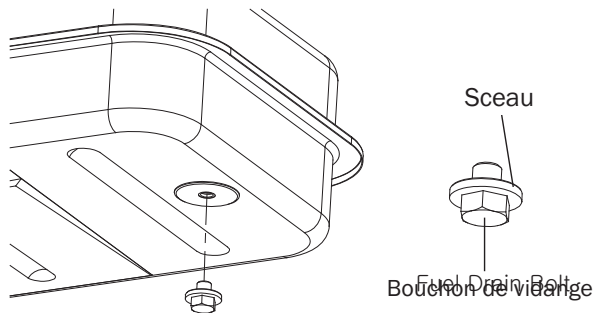

Figure 8 - Enlèvement du bouchon de vidange
REMARQUE : Pendant l'installation des roues, la valve de la chambre à air doit faire face à l'extérieur du cadre de support (Figure 8).
7. Insérer les vis à travers le dispositif d'enroulement du cordon, les poignées, comme l'illustre la Figure 8, et serrer l'écrou à la main après avoir inséré chaque vis.